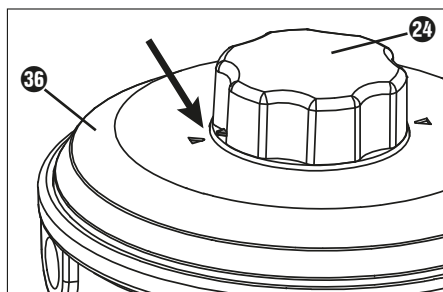

Fig. 1
- 1) Assicurarsi che la freccia del coperchio **36** e quella della manopola **24** del rocchetto portafilo **23** siano rivolte l'una verso l'altra (vedere fig. 1).